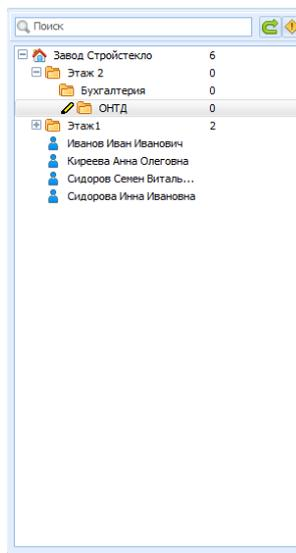

Рисунок 10.1 – Вкладка Персонал, создали структуру предприятия, добавили пользователей
- 2) Создать структуру охраняемого предприятия, добавить пользователей охранной системы (рисунок 10.1).